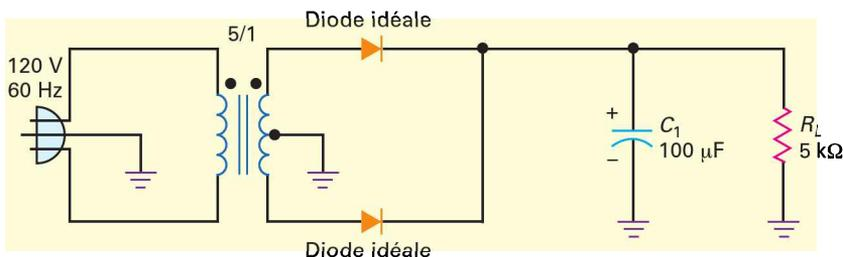

Figure 4.15
Pour terminer avec ce montage, le signe + sur le condensateur de filtrage indique un **condensateur polarisé** dont le côté positif doit être connecté à la sortie positive du redresseur. Dans la figure 4.15, le côté positif du condensateur est correctement relié à la sortie du redresseur. Il faut regarder très attentivement lors des dépannages si le condensateur examiné ou remplacé est polarisé ou non. Si vous inversez la polarité des diodes du redresseur et réalisez un circuit d'alimentation négative, assurez-vous de relier le côté négatif du condensateur au point de tension de sortie négatif et le côté positif du condensateur à la masse du circuit.
Déterminez la tension continue et l'ondulation sur la charge de la figure 4.15.
4.7 Avez-vous compris ? Sur la figure 4.15 la résistance R_L passe à 2 k Ω . Calculer à nouveau la tension continue et l'ondulation sur la charge.